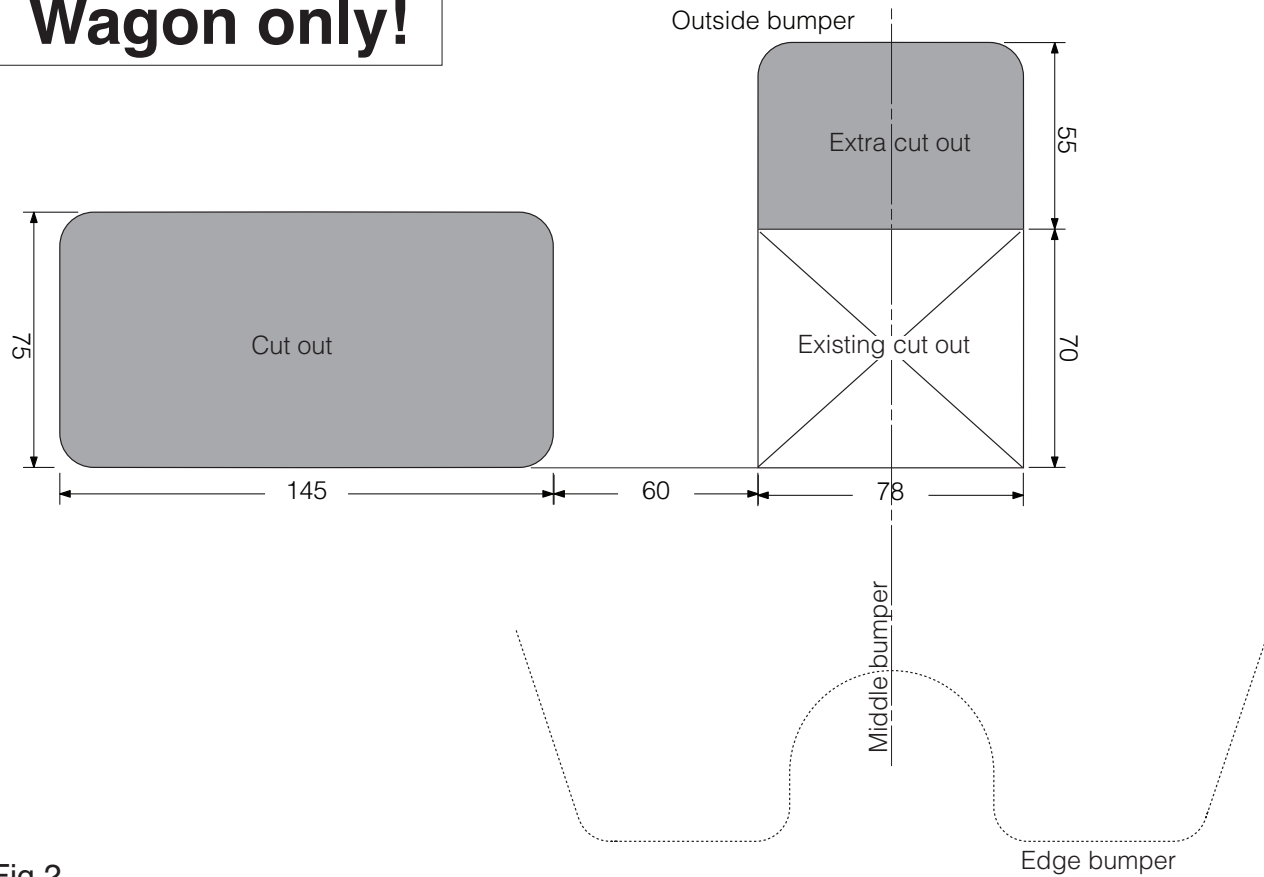

Fig.2
8. **Внимание! Инструкция только для автомобиля-универсала:** Выпилить часть из бампера в середине снизу, как указано на рис. 2.